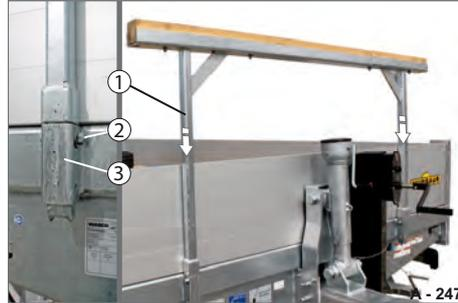

Abb. 177 Auflagebock am Fahrgestell gesichert
- ▶ Ggf. die Verschraubung aus den Rungentaschen (Abb. 177/3) demontieren.
- ▶ Auflagebock-Gestell (Abb. 177/1) gleichzeitig in die Rungentaschen am Fahrgestell hineinstecken.
- ▶ Auflagebock-Gestell mit der Verschraubung (Abb. 177/2) sichern.